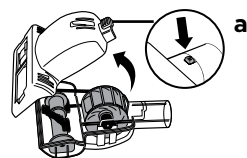

Fig. 25
- 1 Faites glisser le loquet de verrouillage (a) vers l'avant et faites basculer le couvercle inférieur vers le haut pour l'enlever. **(Fig. 25)**